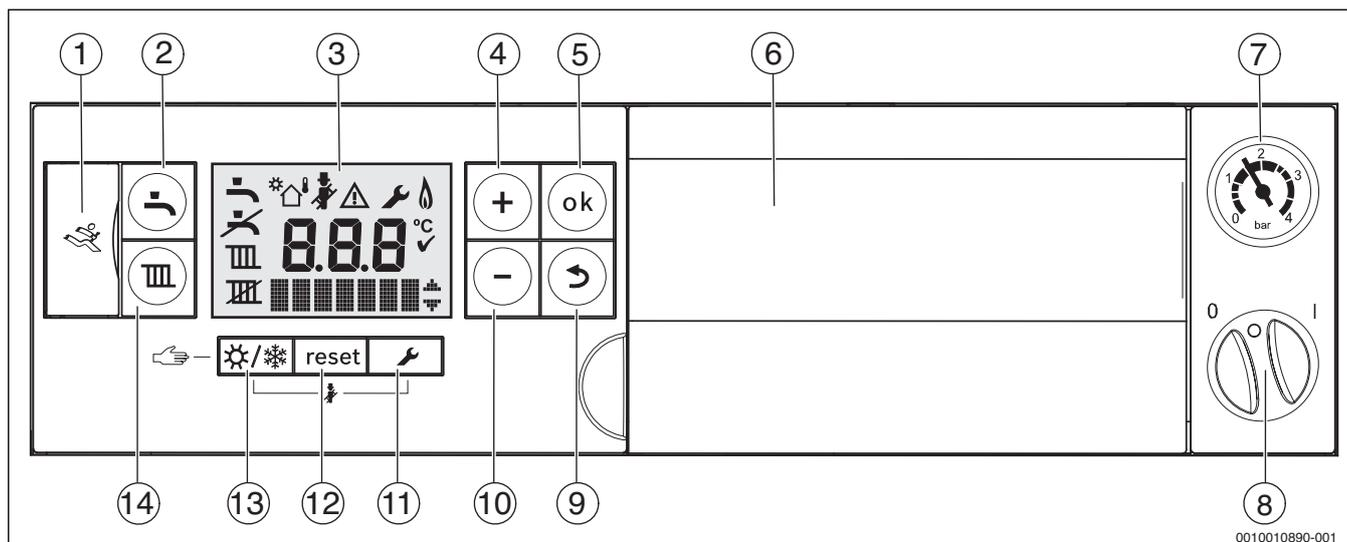

Fig. 1 Tableau de commande avec cache pour éléments de commande ouvert
- ▶ Démarrer l'appareil sur l'interrupteur Marche / Arrêt (→ fig. 1). L'écran est allumé et affiche la température de l'appareil.
- ▶ Arrêter l'appareil avec l'interrupteur Marche / Arrêt (→ fig. 1).
Tab. 1 Symboles d'écran (→ Fig. 1)